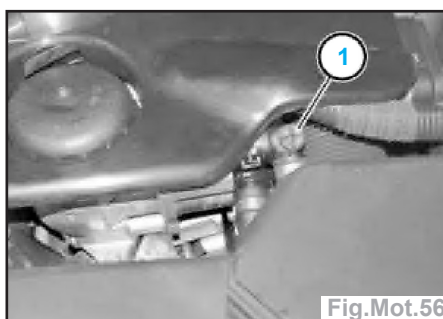

Fig.Mot.56
- Desserrer la vis de purge (1) (moteur N42) (Fig.Mot.56).